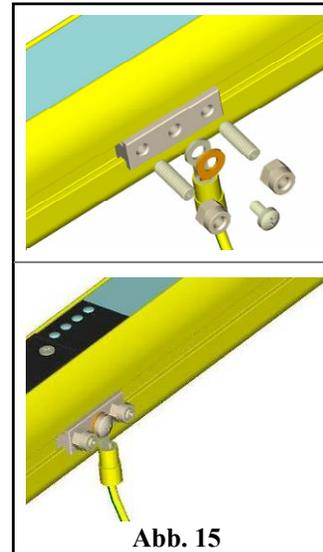

Abb. 15
- Falls Auswertegeräte ohne sichere Trennung angeschlossen werden, muss der Sender (TX) in der Schutzklasse 1 betrieben werden und mit der Schutzterde verbunden werden. Verwenden Sie dafür das mitgelieferte Befestigungsset für die Erdung (siehe Abb.15) und verbinden Sie dieses mit einer Leitung mit einem Leiterquerschnitt von mindestens 2,5 mm².